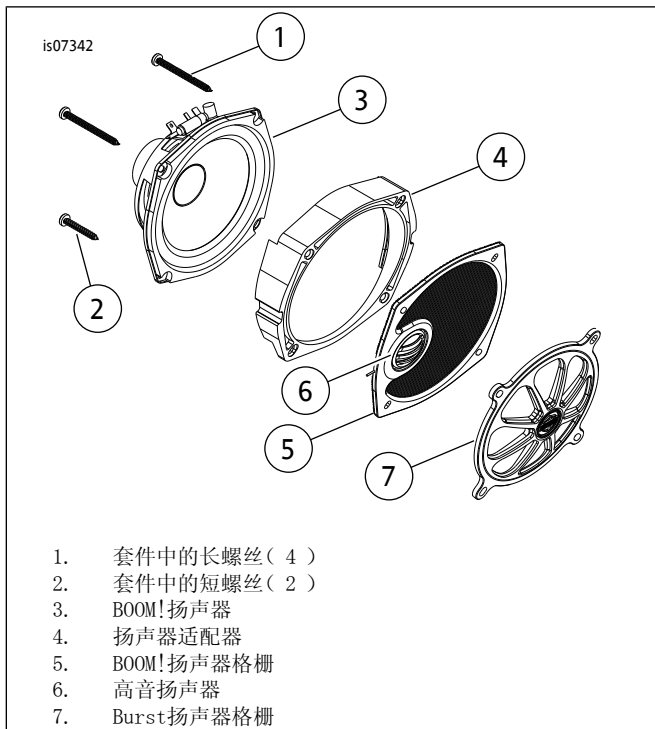

图2。BOOM!扬声器安装(图中显示左侧)
2. 参见图2。将Burst扬声器格栅( 7 )靠在BOOM! 扬声器格栅( 5 )的表面。